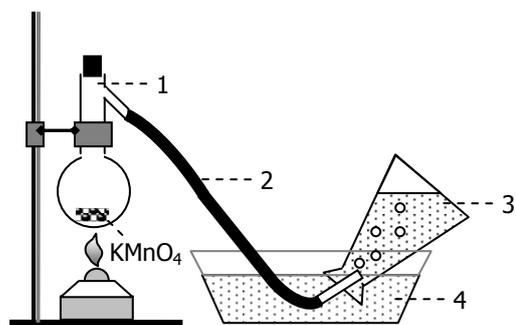

Рис. 8. Установка для получения кислорода
**А. Получение  $\text{O}_2$  и взаимодействие его с органическими веществами.** Собрать установку (рис. 8). **Сухую** круглодонную колбу на 100 мл (1) наполнить примерно на 1/12 объема перманганатом калия (обязательно **сухим** – почему?) и нагреть на спиртовке. Выделяющийся газ собрать в колбу (3). Для этого наполнить ее водой, закрыть кусочком бумаги затем, придерживая бумагу пальцами, перевернуть колбу, погрузив в кристаллизатор с водой, и подвести под нее трубку (2).